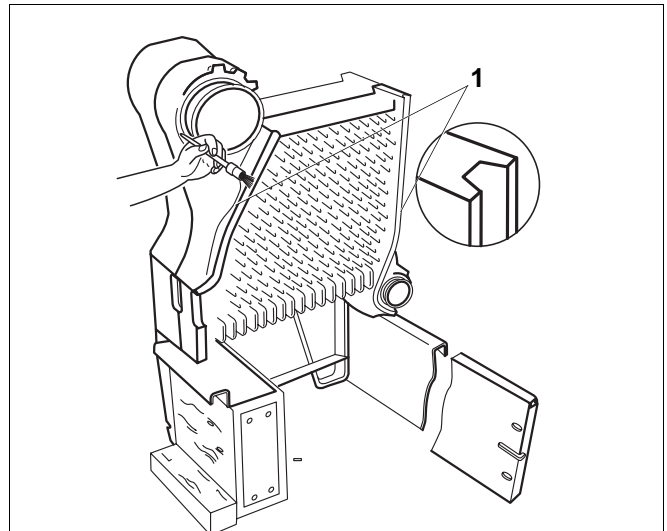

Fig. 10 Appliquer la colle (Haftgrund)
Les rainures d'étanchéité des éléments (fig. 10, **pos. 1**) doivent être propres et sèches avant de pouvoir y coller le cordon d'étanchéité.
- Appliquer la colle (Haftgrund) sur les rainures d'étanchéité (fig. 10).